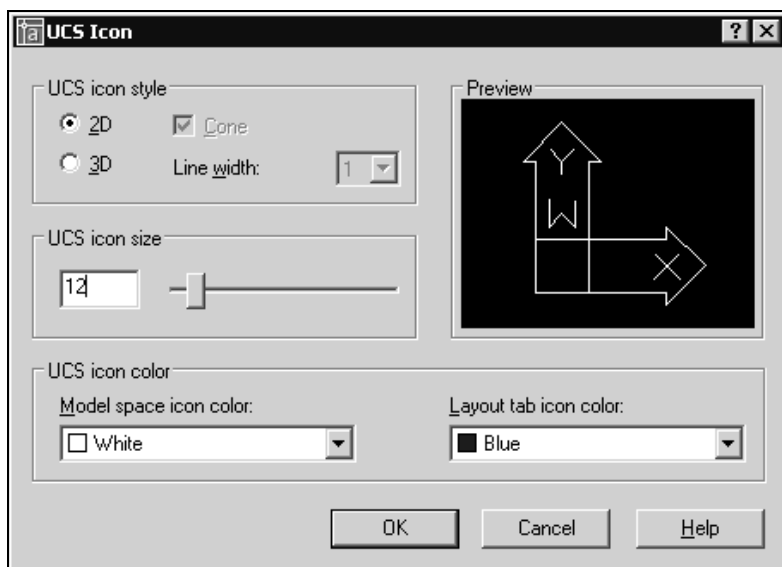

Рис. 14.2. Диалоговое окно настройки пиктограммы пользовательской системы координат
В начале любой **UCS** (ПСК) можно поместить пиктограмму системы координат. Имеется возможность управлять типом изображения и размерами пиктограммы при помощи диалогового окна **UCS Icon** (Знак ПСК) (рис. 14.2).
3. В появившемся диалоговом окне **UCS Icon** (Пиктограмма ПСК) (рис. 14.2) выберите плоскую или трехмерную пиктограмму ПСК и настройте ее размеры.